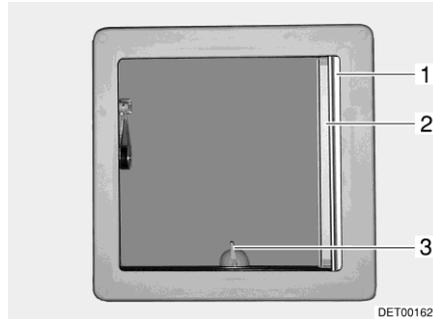
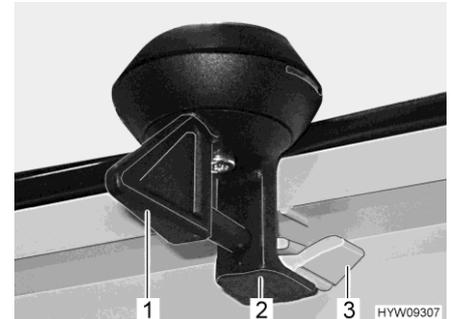

Fig. 48 Oblò inclinabile
Fig. 49 Bloccaggio (oblò inclinabile)
- Ruotare la leva (Fig. 48,3 o Fig. 49,1) di un quarto di giro.
- Girare la leva di un quarto di giro. Il bloccaggio (Fig. 49,2) deve entrare nell'aggancio inferiore (Fig. 49,3).
- Tirare la tendina oscurante pieghevole (Fig. 48,1) fino alla posizione desiderata e rilasciare. La tendina oscurante pieghevole rimane in questa posizione.
- Estrarre la zanzariera a rullo (Fig. 48,2) fino a quando non scatta il bloccaggio dalla parte opposta.